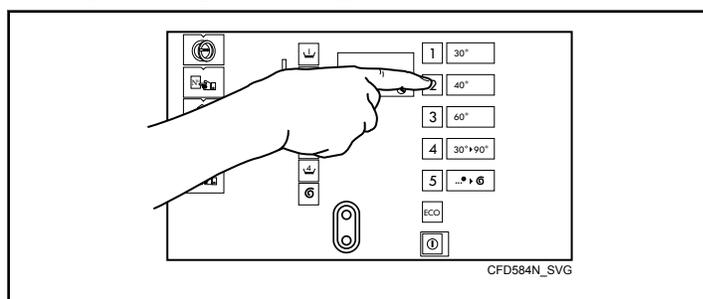

Figure 5
5. Sélectionner un cycle en appuyant sur une touche de numéro de cycle. Se reporter à la *Figure 5*.